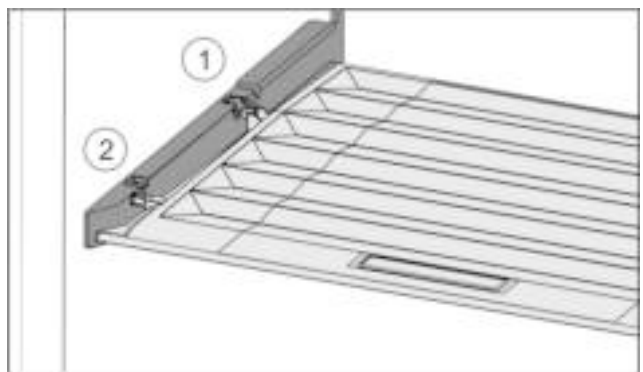

Fig. 33
- Dekselranden via de opening van de achterste houder Fig. 33 (1) aanbrengen en van voren in de houder Fig. 33 (2) klikken.